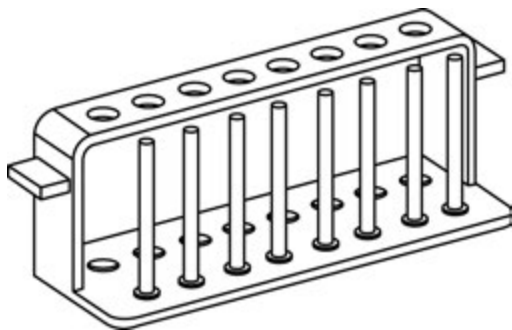

图 2-0-1 试管架自然晾干试管
(1) 自然晾干。将洗净的仪器倒置或平放于干净的实验柜内或在仪器架上晾干,让水分自然流出并挥发,如图 2-0-1 所示。这种方法适用于不急于使用的实验仪器。